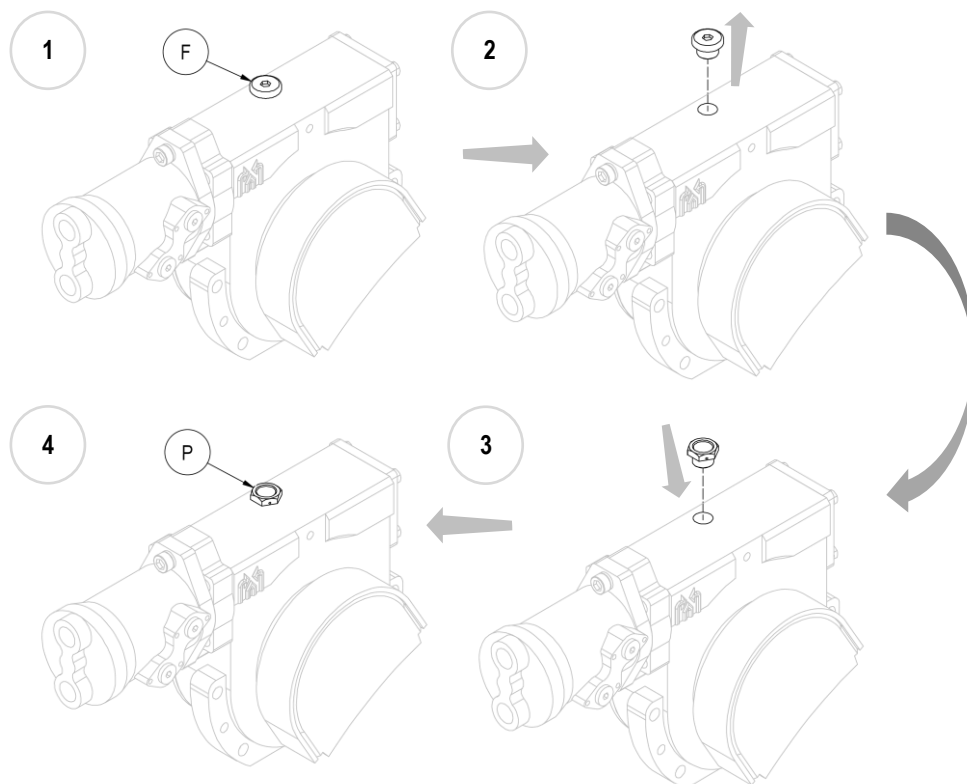

Figure 5
9. **N.B.** Une fois que l'équipement a été monté, remplacer le bouchon de remplissage d'huile en fer (F) par celui en plastique fourni (P), doté d'un évent (voir *Figure 5*).